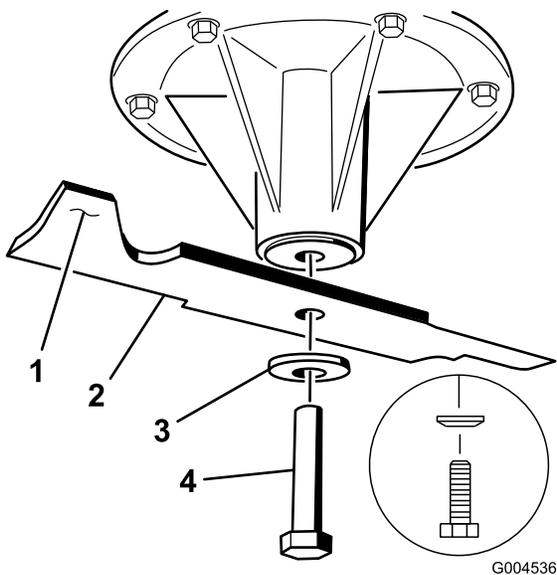

Figura 79
2. Retire a cavilha da lâmina, a anilha curva, e a lâmina do eixo (Figura 79).
3. Se a lâmina não estiver equilibrada, lime algum metal da extremidade da aba apenas (Figura 79).